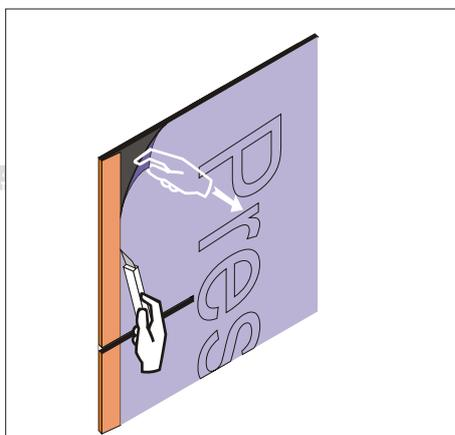
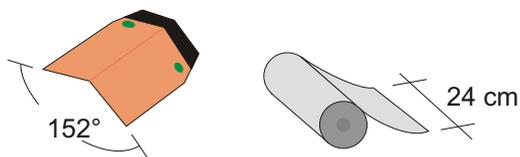
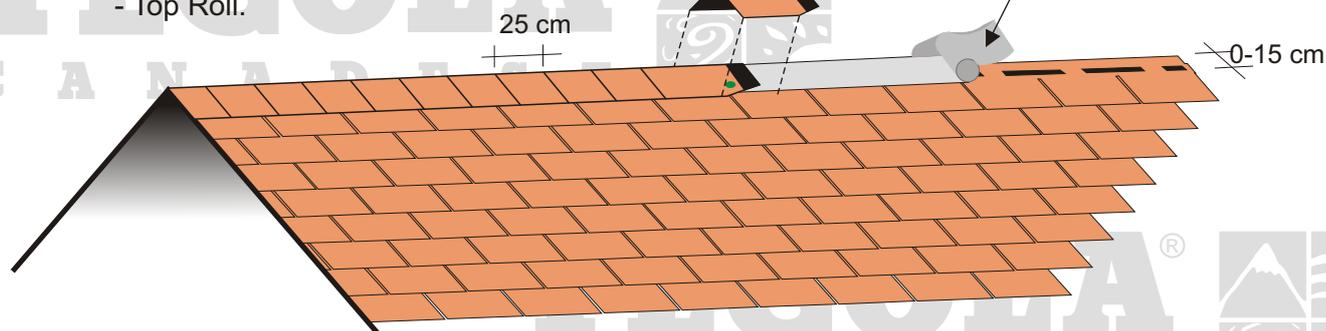

Abb.4 Vorsichtiges Abziehen des Schutzstreifens von der Rückseite der Schindeln
Abb. 10 - Schneiden der Schindeln für den First - Top Roll.
Abb. 11 - Verlegung der First Schindeln
- Vor der Verlegung der ELITE Schindeln immer den Schutzfilm vorsichtig von der Rückseite der Schindeln entfernen (Abb.4); außerdem müssen alle Schindeln vor dem Verlegen kompensiert werden, d.h. man nimmt die Schindel-Rückseite nach vorne, faßt mit beiden Händen von oben an und schlägt sie kurz auf, dadurch wird diese starke Schindel abgerundet und paßt sich der Unterlage sofort an.
Die Schindeln müssen unbedingt bis genau an die First Linie verlegt werden. Falls eine Schindel über den First hinausreicht, muß der überstehende Teil abgeschnitten werden. Der First wird mit der TOP ROLL abgedichtet, wobei der Schutzfilm an der Unterseite der selbstklebenden TOP ROLL abgezogen werden muß. (Abb.10)
Vor der Verlegung der First-Schindeln, auch hier vorsichtig den Schutzfilm an der Rückseite der Schindeln entfernen (Abb.4); in der Folge werden die einzelnen First Schindeln mit zwei 35 mm langen Edelstahl-Nägeln befestigt (Abb. 10, 11). Nachdem die Firstschindel befestigt wurden, muß der Schutzfilm über dem Selbstklebestreifen oben an der Firstschindel entfernt werden (Abb.11). Die Sichtfläche der Firstschindeln ist 25 cm.(Abb.11).